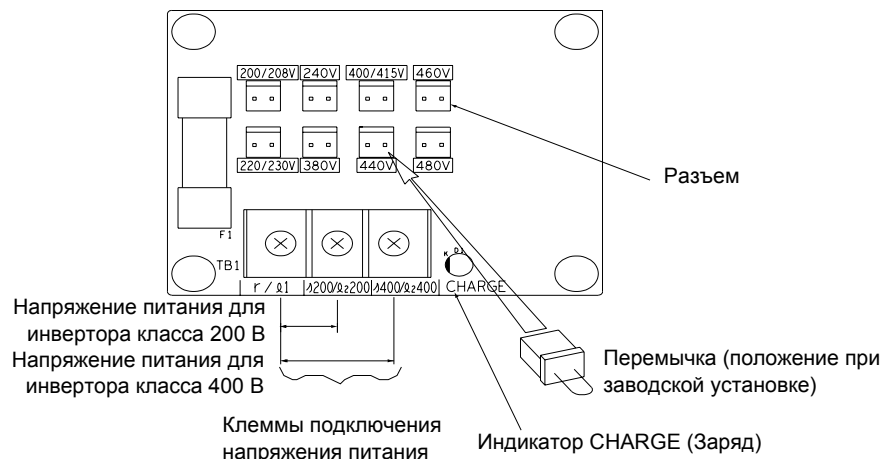

Рис. 4.2 Соединения в инверторе большой мощности
4. Установите переключку в положение, соответствующее напряжению питания инвертора (см. Рис. 4.2).